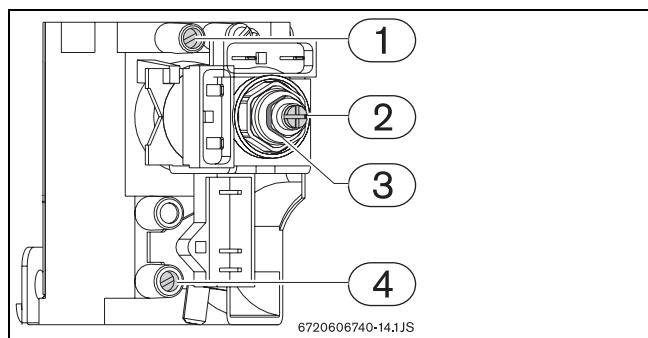

Fig. 17 Punti di controllo/regolazione gas
- ▶ Con una chiave di misura corrispondente, ruotare il dado (→Fig. 17, pos. 3):
- ▶ Tenere fermo il dado (→Fig. 17, pos. 3) con una chiave di misura corrispondente.
- ▶ Con un cacciavite **non magnetico** ruotare la vite (→Fig. 17, pos. 2):